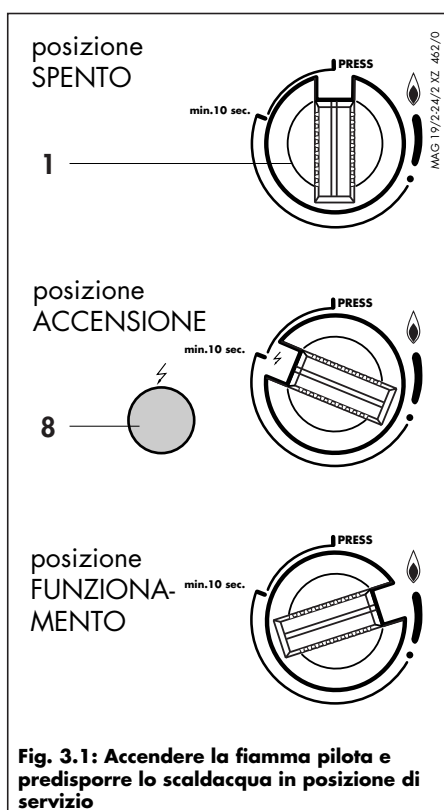

Fig. 3.1: Accendere la fiamma pilota e predisporre lo scaldacqua in posizione di servizio
Lasciare andare il selettore di potenza e girarlo (1) dalla posizione ACCENSIONE (≠) alla posizione FUNZIONAMENTO (•...◊)(ved. fig. 3.1).